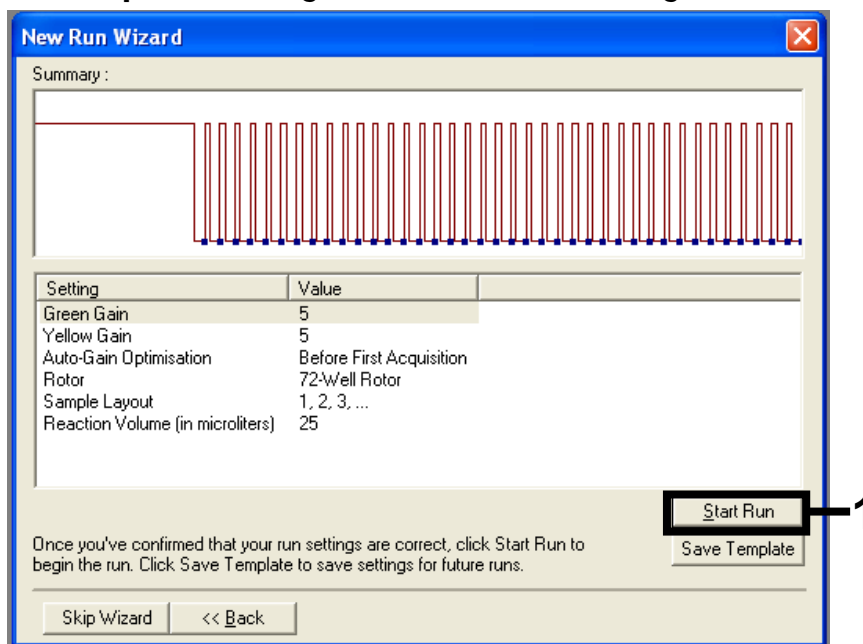

Bild 36. Dialogrutan "New Run Wizard" [Guide för ny körning] och sammanfattningsfönstret. (1 = knappen "Start Run" [Starta körning].)
5. Kontrollera sammanfattningen och klicka på "Start Run" [Starta körning] för att spara körningsfilen och starta körningen (bild 36).